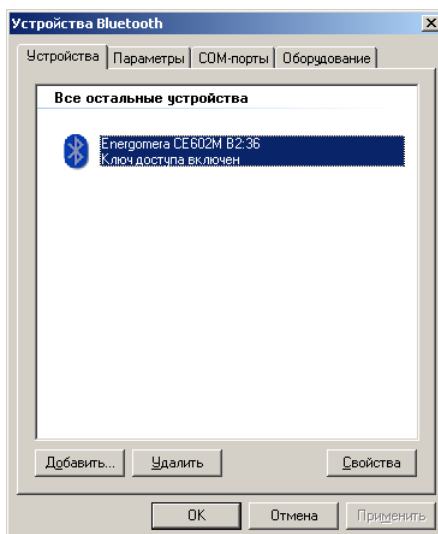

Рисунок 3.7 – «Устройства Bluetooth».
- по нажатия кнопки «Готово», откроется окно «Устройства Bluetooth», где в списке устройств отображается прибор (рисунок 3.7);